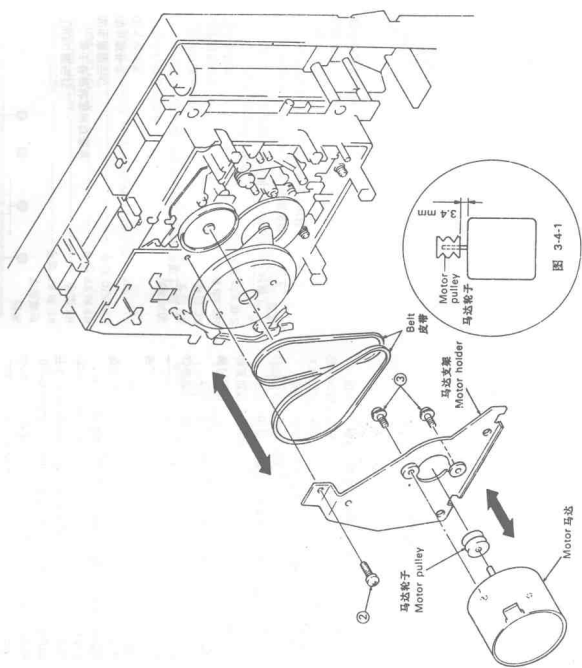
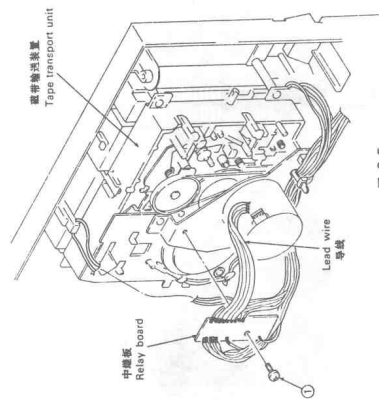

图 3-4
图 3-5
1. 拆去马达终端导线 (见图 3-5)。
2. 拆去固定螺丝①, 并卸下支架。
3. 拆去固定螺丝②, 并卸下马达支架 (见图 3-4)。
4. 拆去马达时固定螺丝③, 并卸下马达。